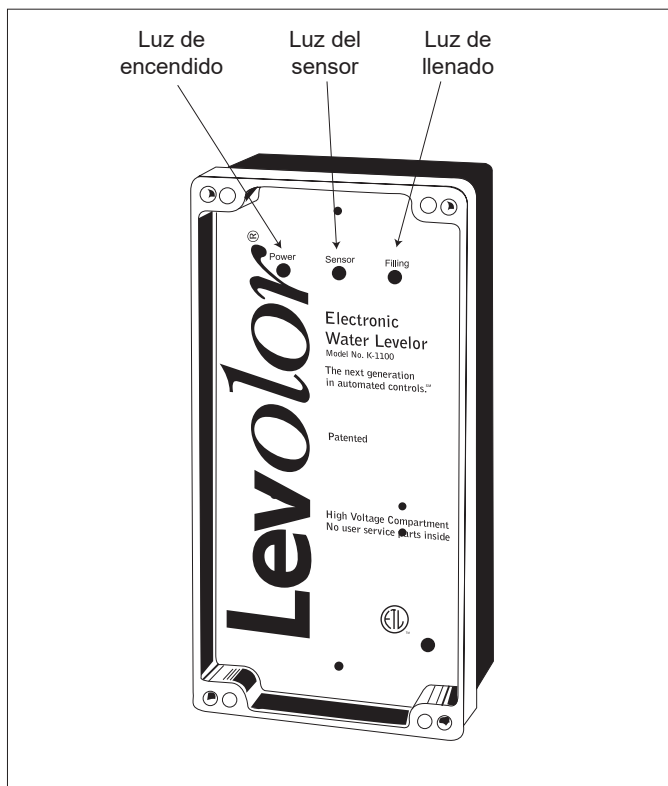
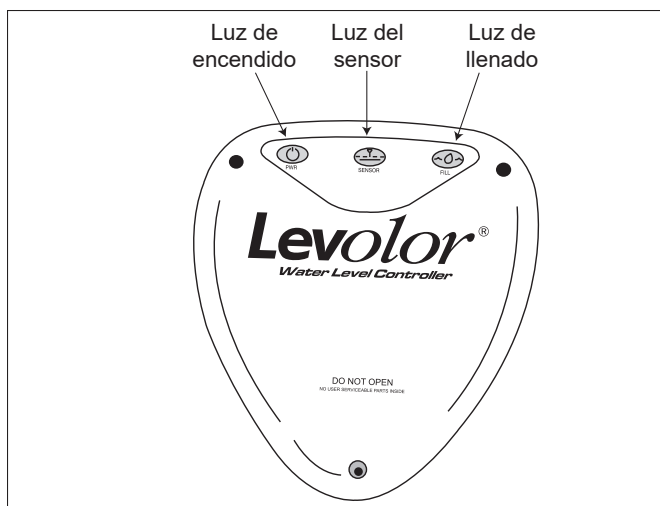

Figura 22. Luces del controlador de K-1100 y LEV110CK/2G
Figura 23. Luces del controlador de LX2
Los controladores de K-1100 y LEV110CK/2G (vea la Figura 22) y LX2 (vea la Figura 23) poseen tres (3) luces indicadoras cada uno. Consulte las figuras y la Tabla 1.